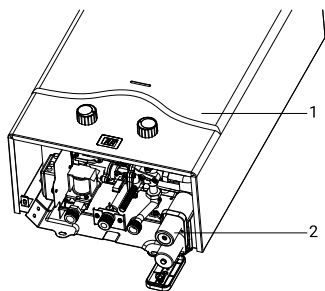

Рис. 1
- Перед включением водонагревателя необходимо установить батарейки (рис. 1). Отсек батареи (2) находится в нижней правой части водонагревателя. Для доступа к нему снимать кожух не нужно.